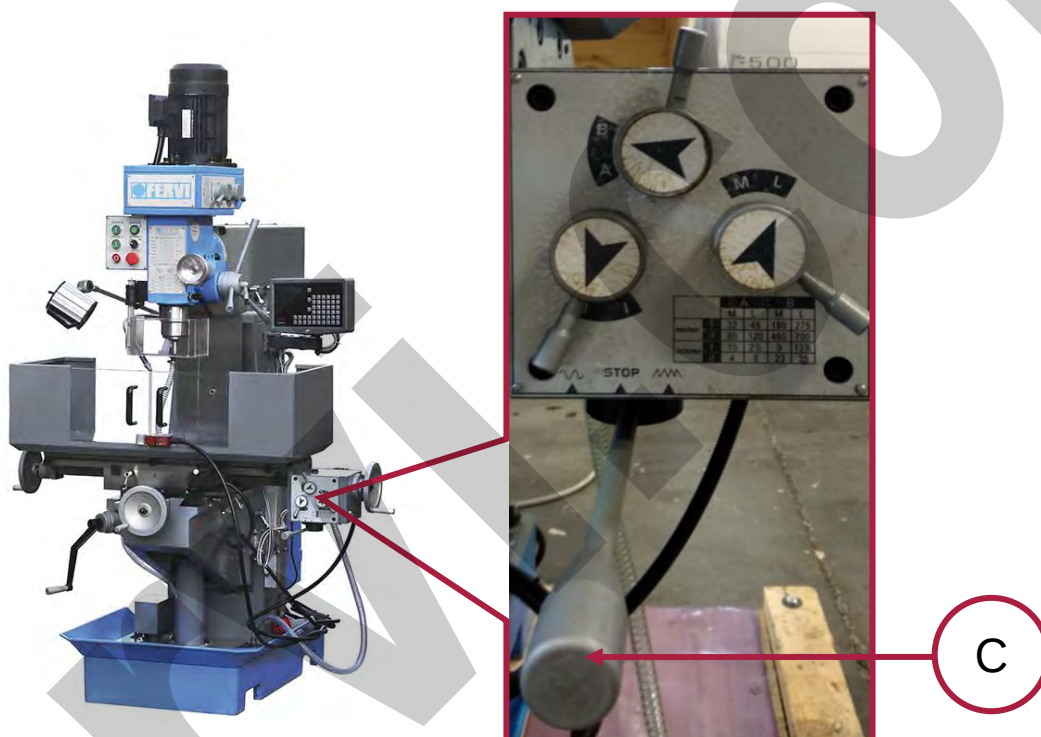

Figura 10 – Selettori del tipo di avanzamento e della velocità di avanzamento longitudinale della tavola.
3. Posizionare le tre leve in Figura 10 secondo la configurazione corretta.
4. Spostare la leva C in Figura 10 verso sinistra o verso destra in funzione del tipo di spostamento da effettuare, se a vuoto o di lavorazione rispettivamente (vedere Figura 5).